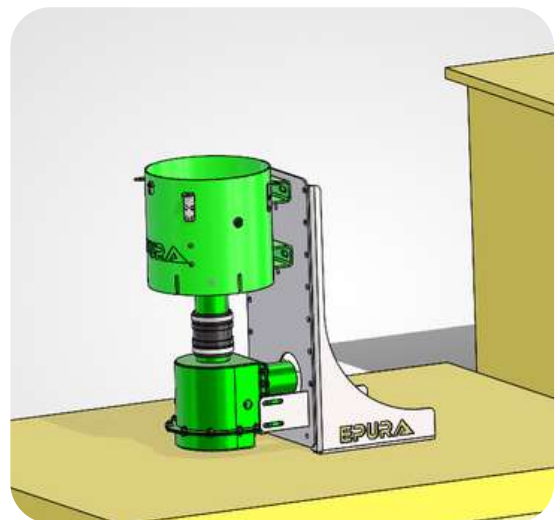

figure 13
- 5 Raccorder l'Epura au ventilateur (**figure 13**).